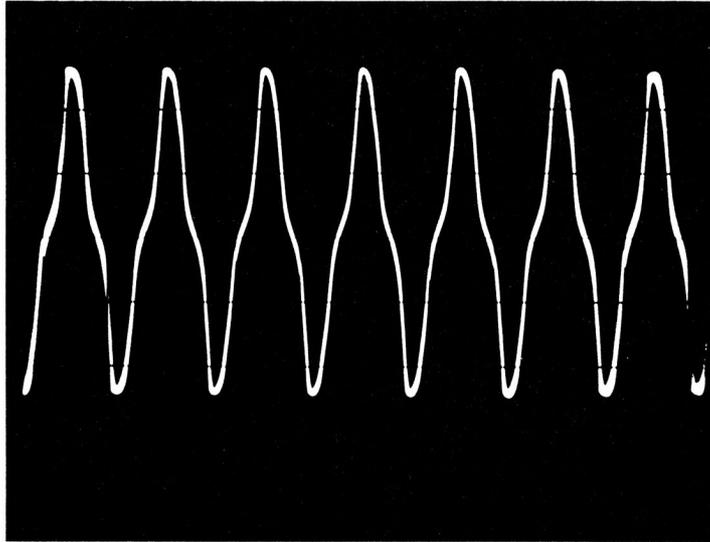

Figure 1
- une tension alternative de fréquence et d'amplitude variant avec la vitesse de rotation des poulies*, obtenue entre la borne A et la «masse» (cf. figure 1).